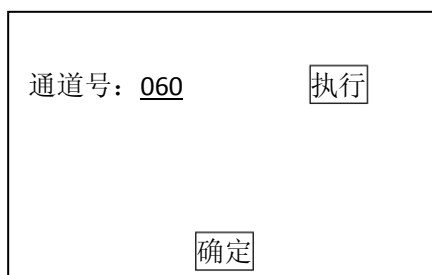

图 1-4
- 6) 输入通道号 060 或 098，点击【执行】进行设定。如图 1-4；